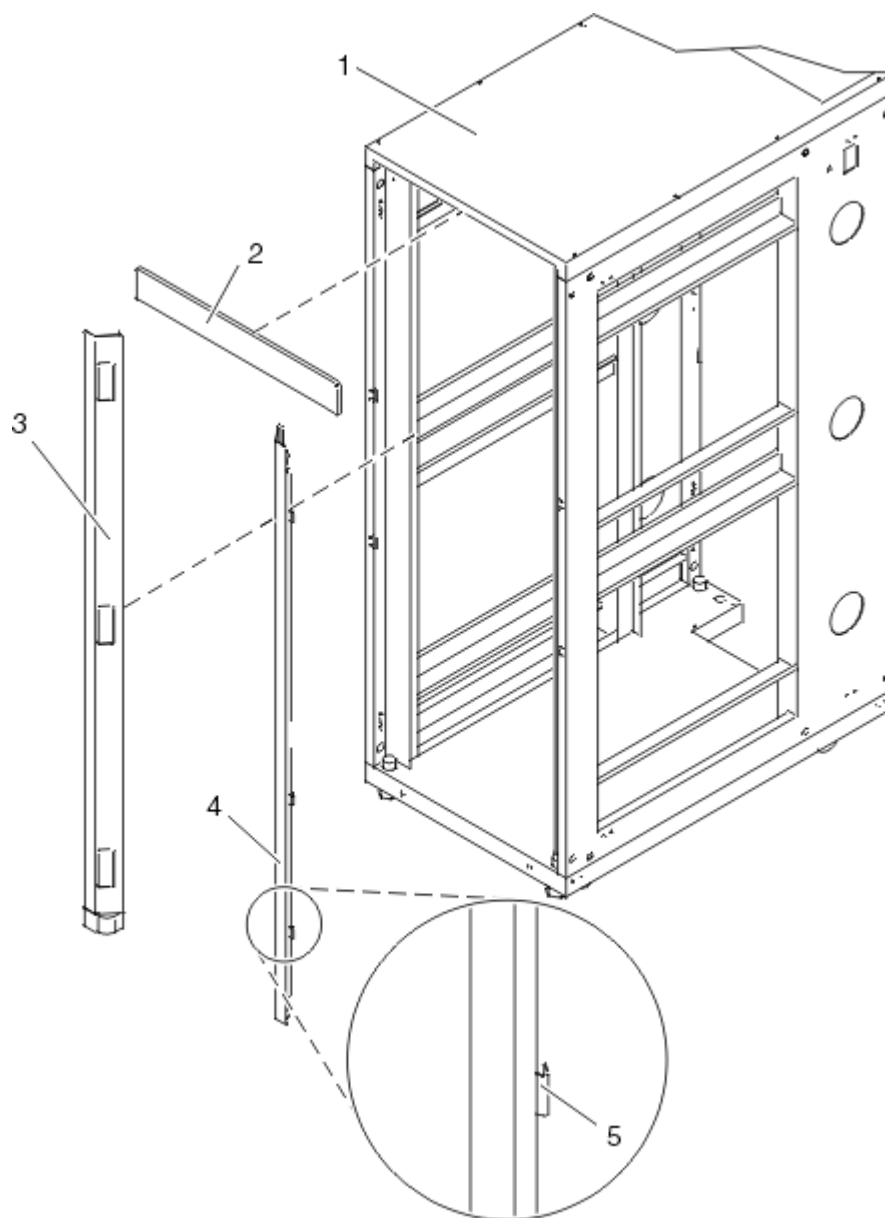

Figura 4. Extracció dels panells d'acabament
2. Si estan instal·lats, extraieu els panells d'acabament superior, dret i esquerre. Els panells d'acabament es mantenen al seu lloc amb clips de molla. Consulteu Figura 4 a la pàgina 7.